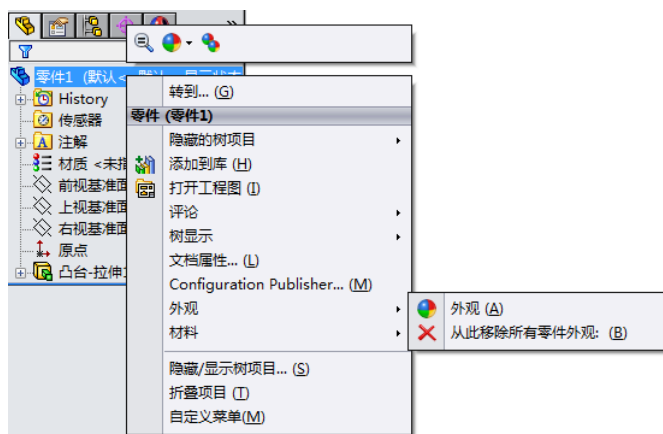

图 1-38 系统快捷菜单
(1) 执行命令。右键单击“FeatureManager 设计树”中的文件名称，在弹出的快捷菜单中选择“外观”→“外观”选项，如图 1-38 所示。